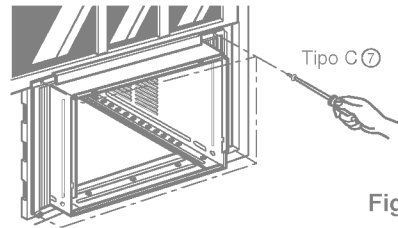

Fig. 5
● El gabinete debe ser instalado con una ligera inclinación (aproximadamente 1/2") de modo que el lado externo quede hacia abajo (ver Fig. 5) Ajuste el perno y la tuerca del soporte al dintel ② para equilibrar el gabinete.